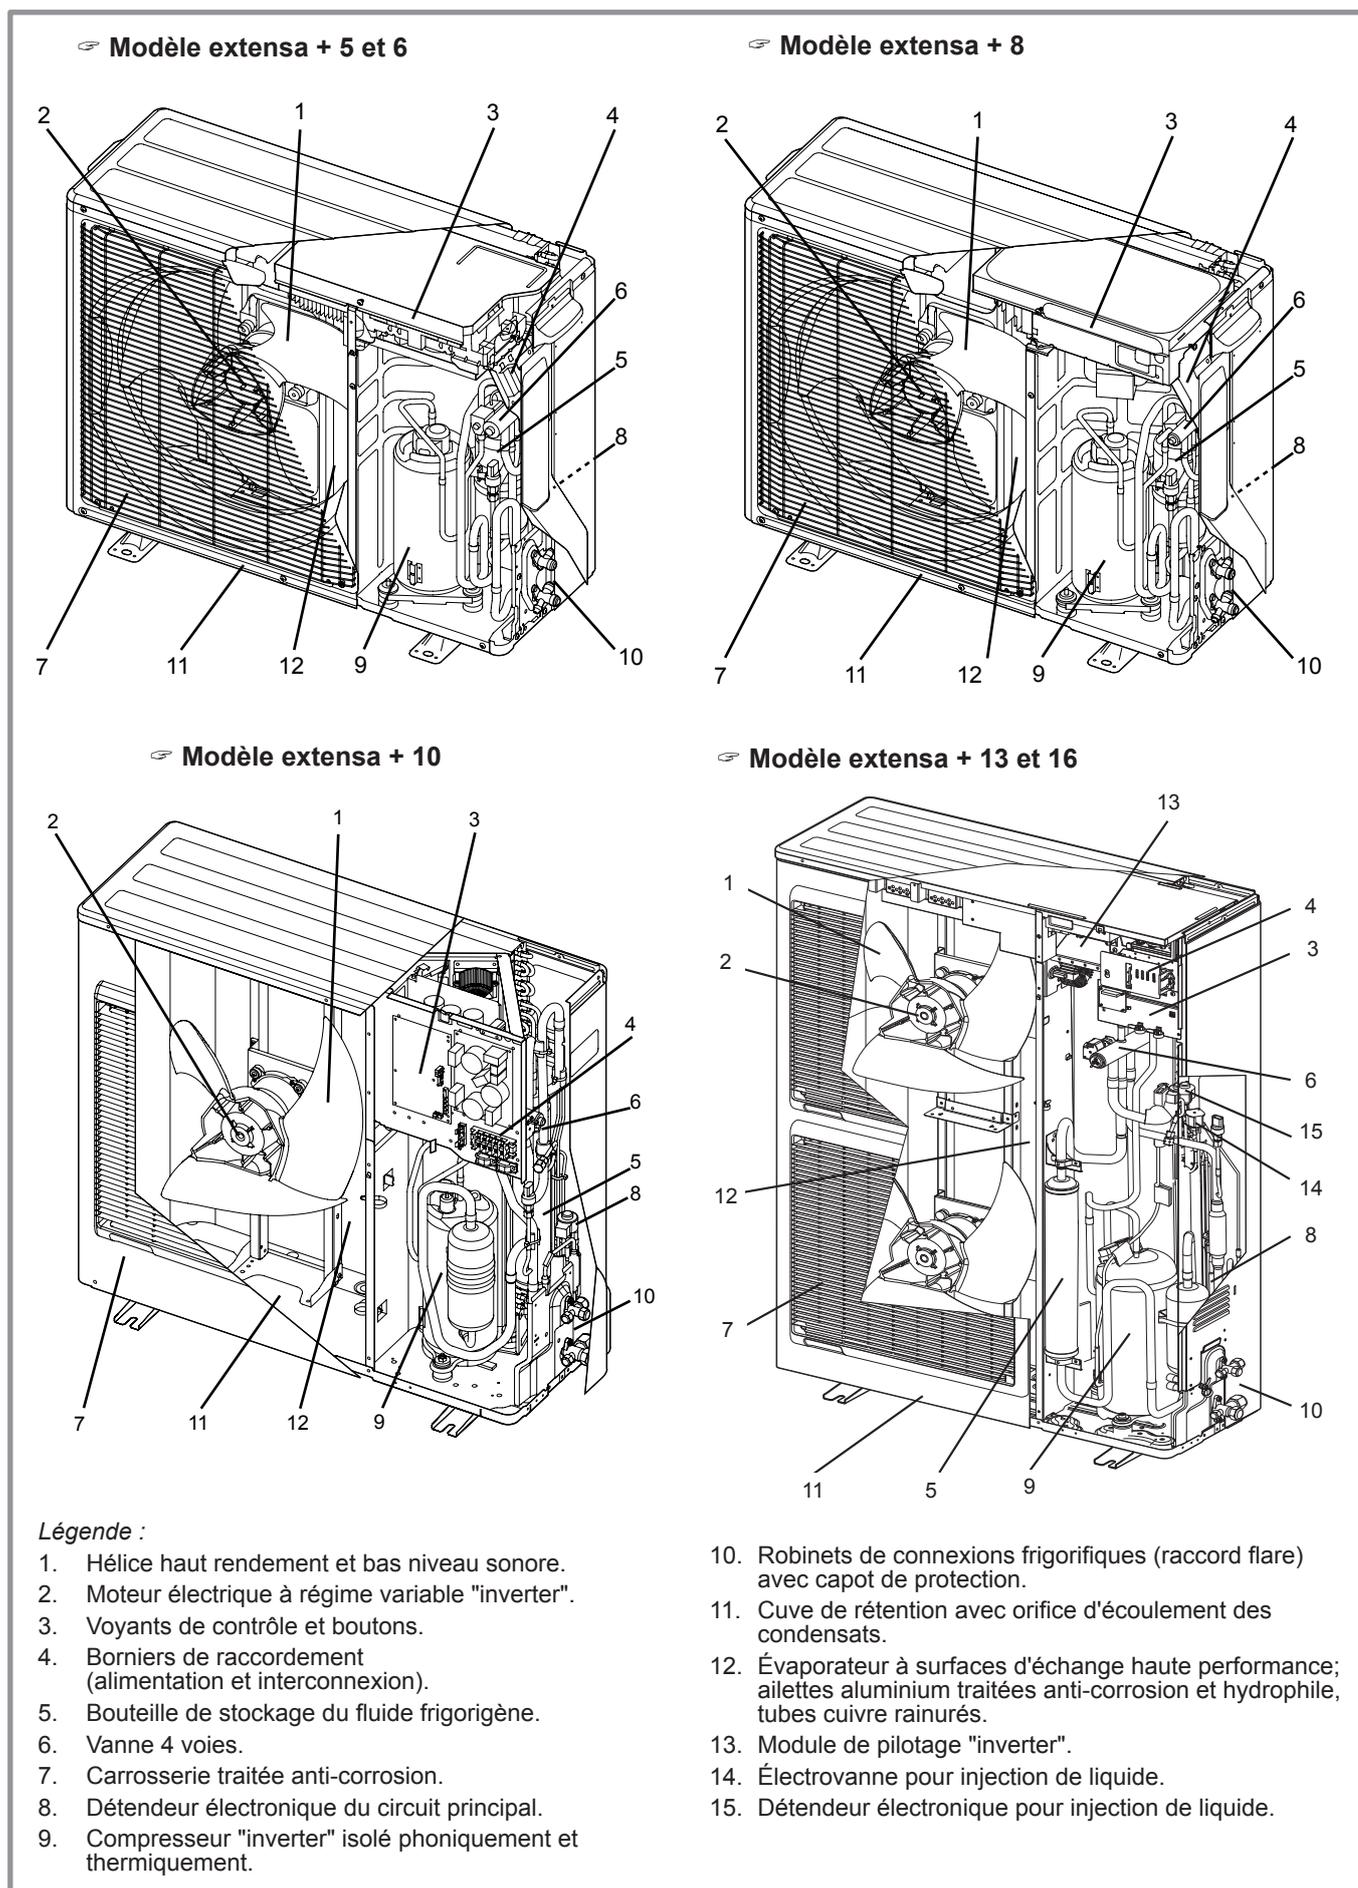

figure 9 - Organes de l'unité extérieure
- Dans l'évaporateur (repère 12, figure 9, page 10) : Les calories sont prélevées sur l'air extérieur et transmises au fluide frigorigène. Son point d'ébullition étant faible, il passe de l'état liquide à l'état de vapeur, même par temps froid (jusqu'à -15 °C extérieur).
- Dans le compresseur (repère 9, figure 9, page 10) : Le fluide frigorigène vaporisé est porté à haute pression et se charge davantage en calories.
- Dans le détendeur (repère 8, figure 9, page 10) : Le fluide frigorigène liquéfié est ramené à basse pression et retrouve sa température et sa pression initiale.